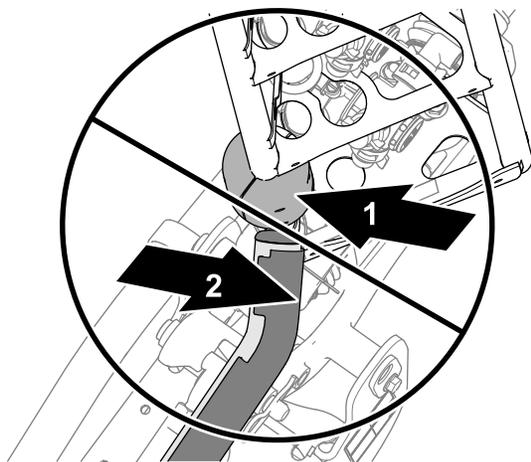
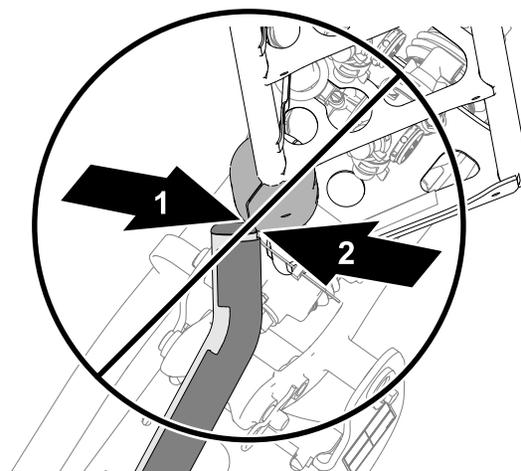
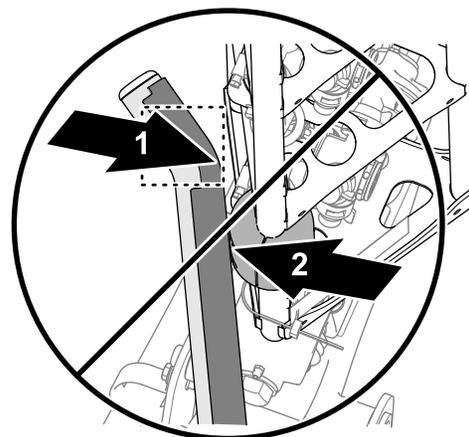

Рисунок 6
Рисунок 7
Рисунок 8
5. Если какая-либо верхняя труба опоры не выровнена относительно подвижного блока, как показано на Рисунок 6, Рисунок 7 или Рисунок 8, отрегулируйте положение опоры; см. раздел Выравнивание опор относительно наружных стрел \(страница 90\).